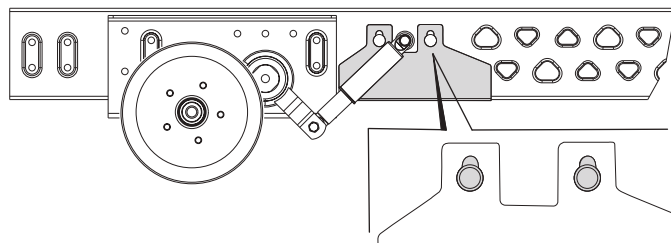

Fig. 15
- Adatto per caravan fino a 2000 kg con telaio Knaus Tabbert / Dyonic AB3 con uno spessore del telaio inferiore a 2,8 mm (Fig. 15).